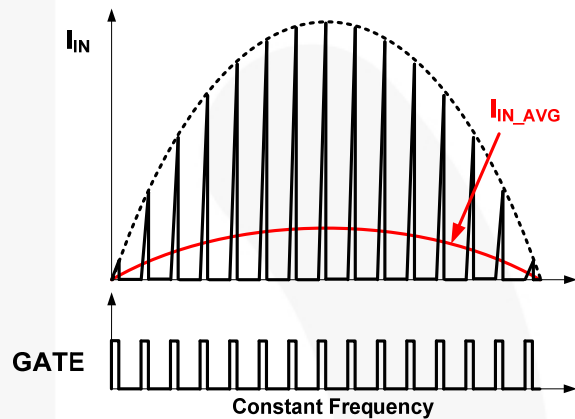

图16. 输入电流和切换
在传统升压变换器中，临界导通模式 (BCM) 通常用于保持输入电流与输入电压同相，以控制功率因数 (PF) 和总体谐波失真 (THD)。在反激式/升降压拓扑中，恒定导通时间和恒定频率 | 不连续导通模式 (DCM) 可以实现高功率因数和低总谐波失真度，如图 16 所示。恒定导通时间由内部误差放大器以及 COM1 引脚较大的外部电容（通常超过 1  $\mu\text{F}$ ）维持。恒定频率和 DCM 运行由线性频率控制来管理。